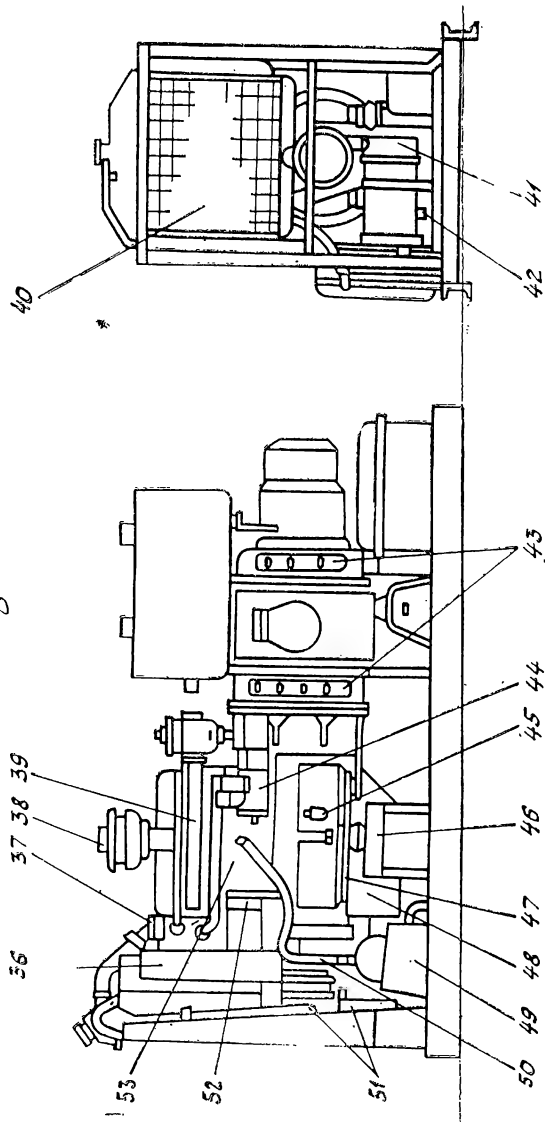

Рис. 2. Общий вид агрегата.
Источником переменного трехфазного тока частотой 50 Гц напряжением 230 или 400 В с номинальной мощностью 10 кВт является агрегат (рис. 2). Принцип действия агрегата основан на превращении механической энергии в электрическую. Крутящий момент от дизеля к генератору передается с помощью зубчатой муфты, соединяющей маховик дизеля с валом генератора.
Масло заливается в полость блок-картера через горловину (рис. 2), закрываемую крышкой. Уровень масла в дизеле контролируется мерным щупом, расположенным в приливе блок-картера дизеля со стороны управления агрегатом.
Охлаждающая жидкость заливается в заливную горловину радиатора через люк с откидной крышкой (рис. 2), расположенный на крыше капота агрегата. Заливная горловина верхнего бачка радиатора герметично закрывается крышкой (рис. 4).
стемой охлаждения двумя дюритовыми шлангами (рис. 2). Свеча накаливания (рис. 5) питается от аккумуляторной батареи и включается выключателем, установленным на панели приборов дизеля (рис. 7). Накал на свече проверяется по спирали контрольного элемента. При получении устойчивого пламени в подогревателе свечу отключить. Провод для подключения подогревателя при снятии подогревателя отсоединить и наконечник обмотать изоляционной лентой.
Дизель подогревается в результате циркуляции горячей жидкости в системе охлаждения и подогрева. Горячая жидкость из подогревателя по дюритовому шлангу (рис. 2) проходит в зарубашечное пространство блока дизеля и по другому дюритовому шлангу возвращается обратно в подогреватель, минуя радиатор. Масло в картере дизеля подогревается горячими газами работающего подогревателя, направленными в поддон дизеля.
При необходимости труба может быть повернута выходным отверстием в нужную сторону. Для отвода выхлопных газов из рабочего помещения к трубе можно присоединить гибкий металлорукав (рис. 2). С целью исключения попадания атмосферных осадков в глушитель и цилиндры дизеля при хранении агрегата на открытом воздухе трубу следует повернуть выходным отверстием вниз.
**Батарея аккумуляторная** (рис. 2) служит для питания цепей электрооборудования дизеля и цепей собственных нужд агрегата при пеработавшем дизеле. Номинальное напряжение батареи 12 В.